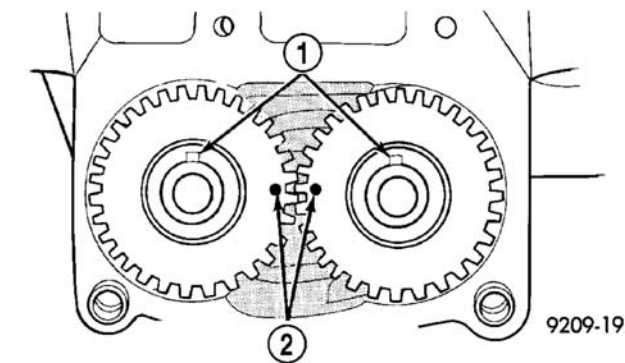

图 132 齿轮正时
(2) 转动平衡轴直到轴的两个主键槽向上，并与发动机垂直中心线平行。安装短轴驱动齿轮到链轮驱动轴上，而长轴齿轮装到齿轮驱动轴上。安装齿轮与平衡轴后，主键槽必须如（图 132）所示向上与齿轮正时记号啮合。